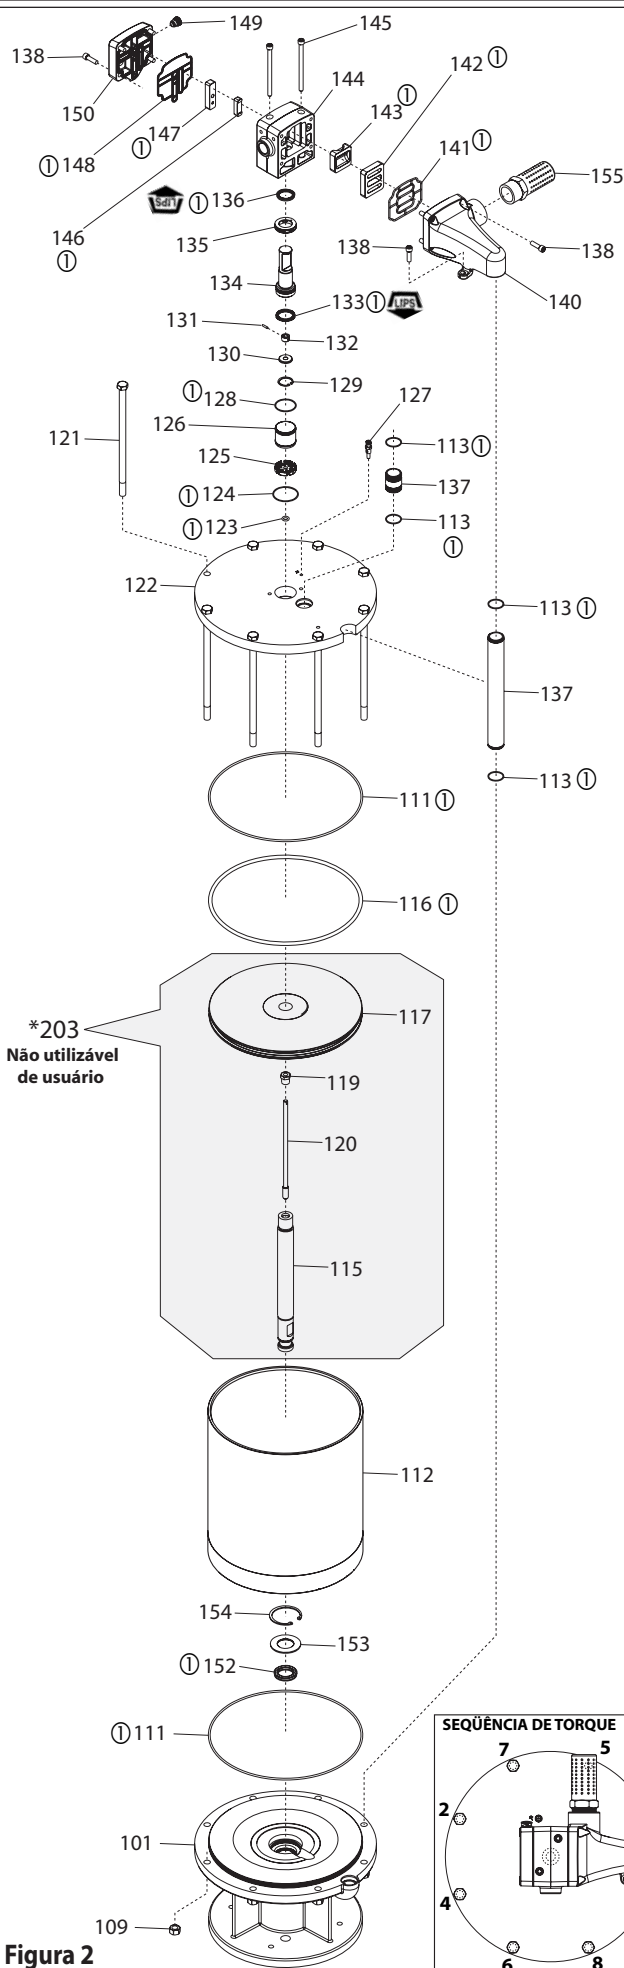

Figura 2
2. instale a taça em U (152), a anilha (153) e o anel de retenção (154) no conjunto da base (101).
3. Install the (111) O-ring in the groove on the (101) base assembly.
4. Instale o "O-ring" (116) na reentrância do pistão (117).
5. Empurre a haste do pistão pelo conjunto da base (101), com cuidado para não danificar os rebordos da taça em U (152) ou o "O-ring" (102).
6. Lubrifique o diâmetro interior do cilindro de ar (112) e deslize-o para baixo, até ao conjunto do pistão (203), e para o conjunto da base do motor pneumático (101). (Consulte a Figura 2 na Página 2).
7. Alinhe a reentrância na placa principal (122) com a porta no conjunto da base (101) e pressione a placa principal (122) para baixo até tocar no cilindro de ar (112). O conjunto da haste deslizante (120) tem de ser colocado no